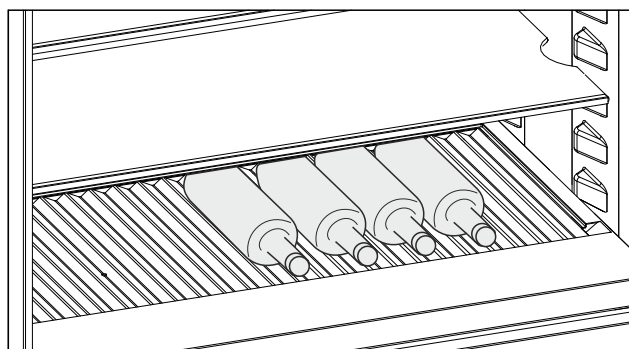

Fig. 207 Przykładowa prezentacja
- Wkładać butelki dnem ustawionym do tyłu, w kierunku ścianki tylnej. (patrz Fig. 207)